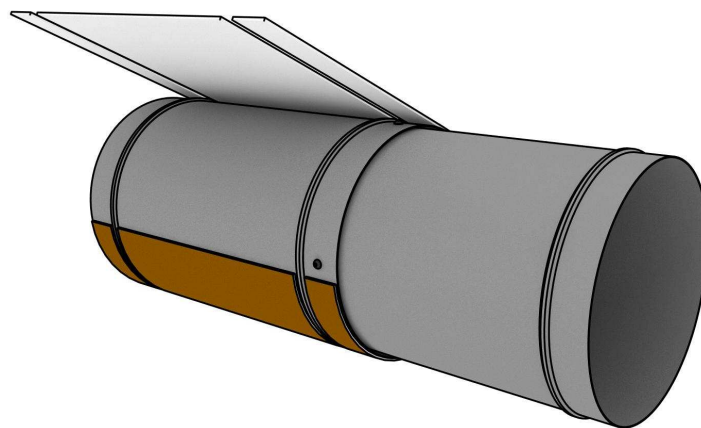

Рис.2
3.1.5. Тщательно оклейте уличный конец гильзы вспененным листовым теплоизоляционным материалом толщиной не менее 5...10 мм. (см. рис.2) Подберите толщину так, чтобы гильза плотно входила в отверстие. Оклеенная часть будет препятствовать последующему выдавливанию пены наружу и утеплит канал на той части его длины, где запенивание затруднительно.